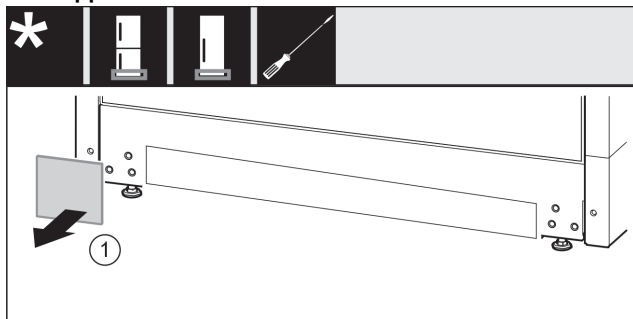

Fig. 16
- ▶ Ta av dekselet. Fig. 16 (1)